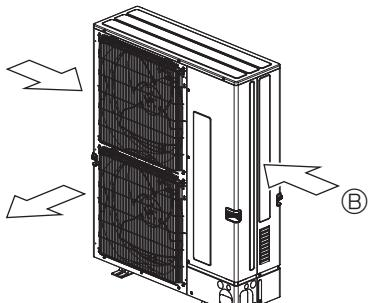

Fig. 2-6
- ③ Розмістіть блок так, щоб повітря виходило по можливості перпендикулярно до сезонного напряму віtru. (Fig. 2-6)